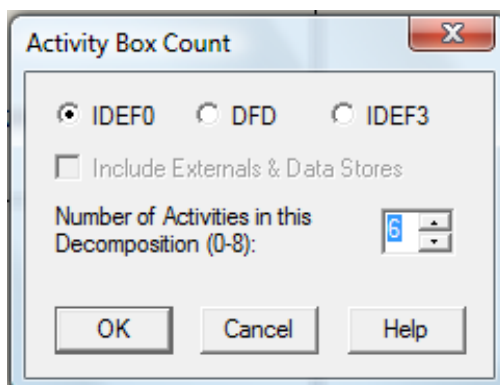

Рисунок 2.1 – Диалоговое окно Activity Box Count
2. Выберите кнопку ▼ перехода на нижний уровень в палитре инструментов, и в диалоговом окне Activity Box Count (рисунок 2.1) установите число работ на диаграмме нижнего уровня – 6 – и нажмите кнопку ОК.